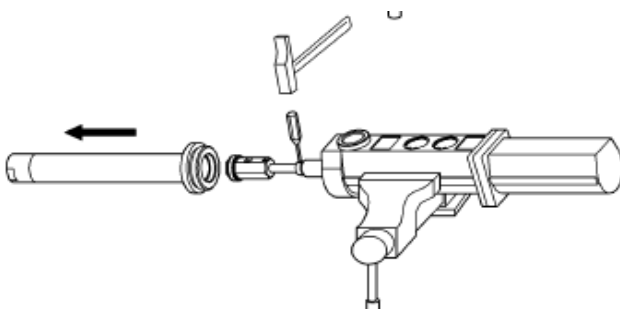

Рис. 5
2. Снять стержень (19), размещенный в верхней части соединительного штока (20) (рис. 5) и отсоединить шток от штока поршня (8).